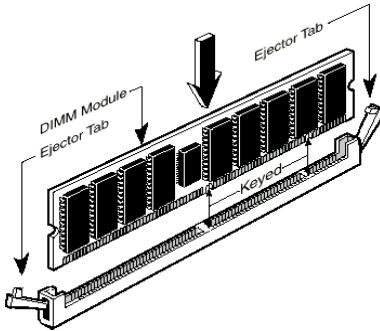

図 2-6 メモリモジュールのインストール
- ステップ 5.** 図のように、DIMM をメモリ拡張スロットに挿入します。図 2-6 でメモリモジュールにキーノッチ(keyed)があることを良く見てください。これは、DIMM が誤った方向に装着できないようにするためのものです。方向が誤っていないのを確認し、ソケット奥までしっかりと押し込んでください。イジェクタタブを内側に閉じて、切り欠き部分に入るのを確認します。